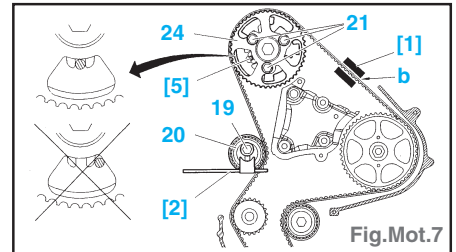

Fig.Mot.7
- Desserrer les 3 vis (21) et la vis (19), déposer la courroie de distribution (Fig.Mot.7).
- Mettre en place l'outil [1] sur le brin «b». (Fig.Mot.7) :
- Tourner le galet tendeur (20) dans le sens anti-horaire avec l'outil [2] pour atteindre une surtension de 98 ± 2 unités SEEM.
- Serrer la vis du galet tendeur (19) à 2,5 daN.m.
- Déposer une vis (21) du pignon (24) pour vérifier que ces vis ne sont pas en butée de boutonnières.
- Serrer les vis (21) à 2 daN.m.
- Desserrer les vis (21).
- Desserrer la vis (19) pour libérer le galet tendeur.